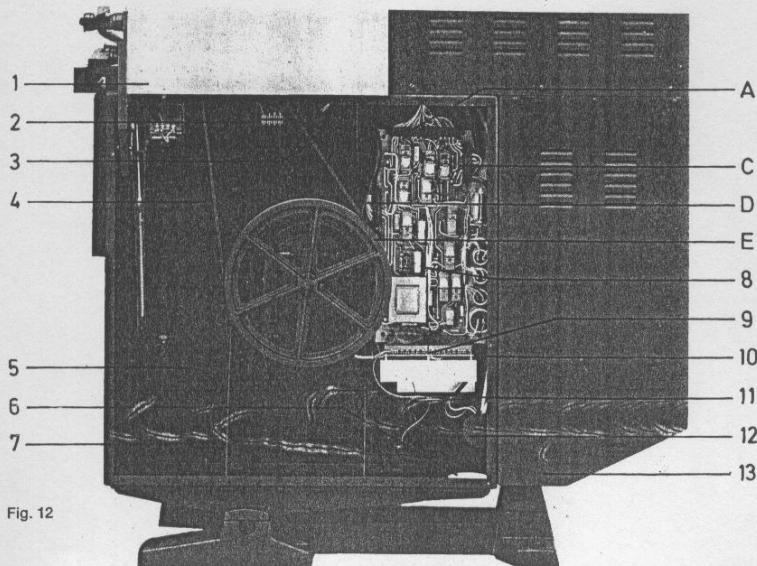

Fig. 12
Bei Ausfall eines Relais, Kondensators oder eines sonstigen Defektes an der gedruckten Platine, wird empfohlen, die gesamte Relaisplatte (12/8) auszuwechseln. Das erspart einerseits zeitraubende Fehlersuche und ermöglicht andererseits auch dem Laien eine rasche und einfache Be seitigung der Störung. Lediglich die 4 Stecker A-E (Fig. 12, Seite 28) müssen durch Anheben an den seitlich überstehenden Stecker-Ober teilen herausgezogen werden. Nach Lösen der 4 Schlitzschrauben kann die komplette Platine aus der Klemmleiste (12/9) nach oben abgezogen werden. Vorsicht an Kondensatoren beim Herausnehmen der Platine.
In case a relay or a capacitor should fail or if there is any defect on the printed-circuit plate, we advise you to exchange the entire relay plate (12/8). This saves you time-consuming trouble shooting and ensures instant remedy even in the hands of an uninitiated operator. Merely remove the four plugs A-E (fig. 12, page 28) by lifting them at the overlapping ends. After loosening the four slotted screws it is possible to lift the plate assembly (12/9) out of the entire plate and exchange it for a new one. Be careful with capacitors when removing the plate.
Lorsqu'un relais lâche, qu'un condensateur est claqué ou qu'autre chose se soit passée au circuit imprimé, il est recommandé de remplacer la plaque des relais (12/8) dans son ensemble. On épargnera de ce fait le temps perdu à la recherche de la panne et permettra d'un autre côté pour un profane de remédier très rapidement et très facilement à la panne. Seules les 4 prises A-E (fig. 12, page 28) doivent être retirées vers le haut sur le côté faisant saillie latéralement des parties supérieures de la prise. Après que les 4 vis à tête aient été dévissées on peut retirer vers le haut la plaque complète du liteau de serrage (12/9). Faire attention aux condensateurs lorsqu'on retire la plaque.
Auf dem freien Teil des Unterbaues hinter dem Projektorkopf wird das Lampenhaus (13/10) befestigt. Nach dem Aufsetzen muß der über den Unterbau hinausragende Teil von einer Hilfsperson so lange gehalten werden, bis die 6 Befestigungsschrauben angebracht sind: 2 M 6-Muttern an der Stirnwand vom Projektorkopf her (13/2), 4 Innensechskantschrauben M 8 am Boden des Lampenhauses (13/11), wobei dort zur besseren Versteifung 2 Flach-eisen im Lampenhaußinnen mit angeschraubt werden. Auch hier Feder-ringe und Muttern an Unterseite. Kabel mit Steckern A und E (Fig. 12), sowie Gleichstromkabel (+) werden durch die rechteckige Aussparung im Lampenhaus zum Unterbau ge-führt. Die Gleichstromleitungen mit Kabelschellen und durchgehenden Schrauben gemeinsam (+ innen, — außen) an der Unterbau-Rück-seite (14/5) befestigen.
The lamphouse (13/10) is mounted onto the free part of the pedestal behind the projector head. After putting on the lamphouse someone must hold the part projecting beyond the base until the six mounting screws have been put in: 2 M 6 nuts on the frontside from the projector head end (13/2), four hollow-head hexagon screws M 8 at the bottom of the lamp-house (13/11) with two flat iron bars on the inside of the lamphouse. Spring washers and nuts at the bottom. Cable with plugs A and E (Fig. 12), as well as D.C. supply cable (+) must be passed to the pedestal through the rectangular cut-out in the lamphouse. All the D.C. supply cables must be fastened to the rear of the base (14/5) with the aid of cable clips and screws (+ runs on the inside; — runs on the outside).
A la partie libre du bâti inférieur, derrière la partie frontale, on fixera le boîtier de lampe (13/10). Après le montage, il faut que la partie faisant saillie soit tenu par un aide, jusqu'à ce que les 6 vis de fixation soient vissées: 2 écrous M 6 à la paroi frontale de la partie frontale du projecteur (13/2), 4 vis à six pans intérieures M 8 au socle du boîtier de lampe (13/11), à l'occasion de quoi, pour une meilleure fixation 2 plaques de fer plates seront vissées à l'intérieur du boîtier de lampe. Là aussi, rondelles élastiques et écrous à la partie inférieure. Le câble avec ses prises A et E (fig. 12) ainsi que le câble pour courant continu (+) seront amenés par l'évidement à angle droit dans le boîtier de lampe. Fixer ensemble les conducteurs du courant continu avec leurs colliers de câbles et les vis les traversant (+ intérieur, — extérieur) à la partie arrière du bâti inférieur (14/5).
- b) Stecker A, C, D und E an Relaisplatte entsprechend Fig. 12 aufstecken bzw. auf einwandfreien Sitz prüfen.
- b) Plug A, C, D and E to the relay plate according to Fig. 12 and check perfect seating.
- b) Brancher les prises A, C, D et E à la plaque de relais correspondante (fig. 12), contrôler leur bonne position.